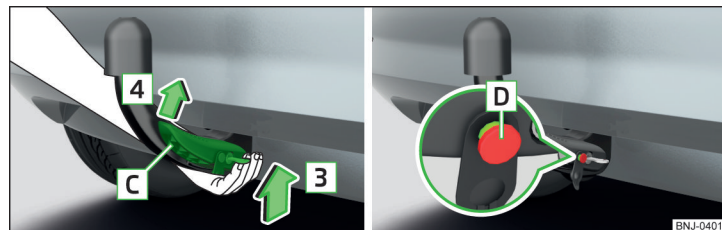

Fig. 236 Introducerea tijei cuplei sferice/bolț de eliberare în poziție desfășurată
- Prindeți tija cuplei **de jos** » fig. 236 și introduceți-o în locașul de fixare în sensul săgeții **3** până când se fixează cu zgomot » **I**.